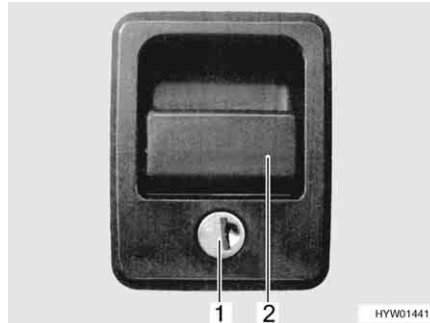

Fig. 40 Serrure du portillon avec poignée
- Insérer la clé dans le barillet (Fig. 40,1) et la tourner d'un quart de tour. La serrure du portillon est déverrouillée.
- Tirer sur la poignée de la serrure (Fig. 40,2). Le portillon extérieur est ouvert.